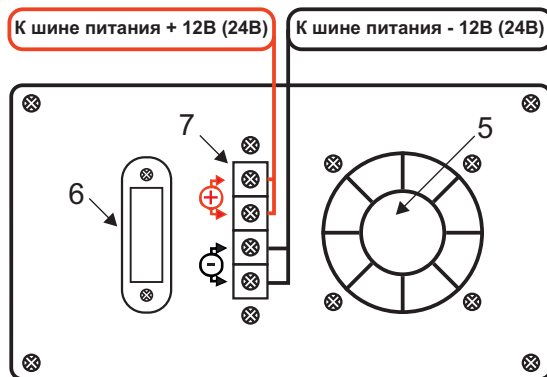

Рис. 3. Задняя панель ПН-72 / ПН-74
**Внимание!** При использовании преобразователей ПН-72 и ПН-74 во избежание перегрева и выгорания контактов колодки питания, необходимо подключать питание через два контакта колодки в параллель, рис. 3.